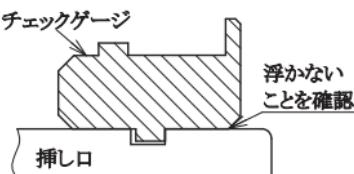

図56 溝深さの確認
(5) 加工完了後、所定の寸法になっていることを専用のチェックゲージを用いて下記の方法で確認する。
- ① チェックゲージを加工後の溝に入れて、挿し口全周にわたりて浮かないことを確認する(図56参照)。チェックゲージが浮く場合、溝が浅いので、再度溝切り加工を行う。